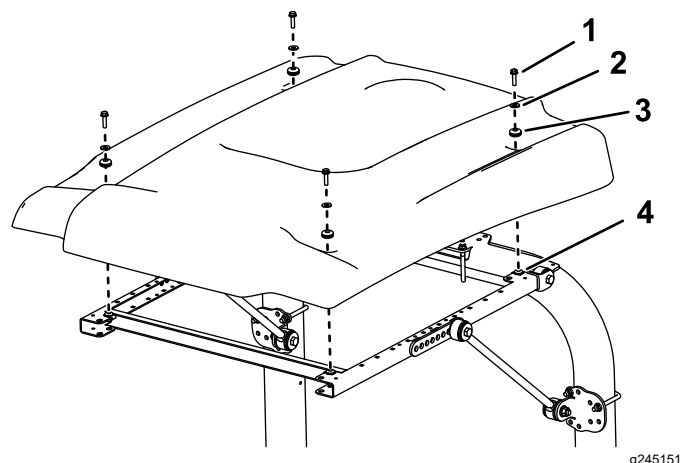

Figure 49
9. Lors de l'alignement des trous de fixation, positionnez le pare-soleil sur le cadre comme montré à la Figure 49.
10. Fixez légèrement chaque coin du pare-soleil au cadre avec un boulon à embase ($\frac{5}{16}$ " x $1\frac{1}{4}$ "), une petite rondelle et une bague (Figure 49).